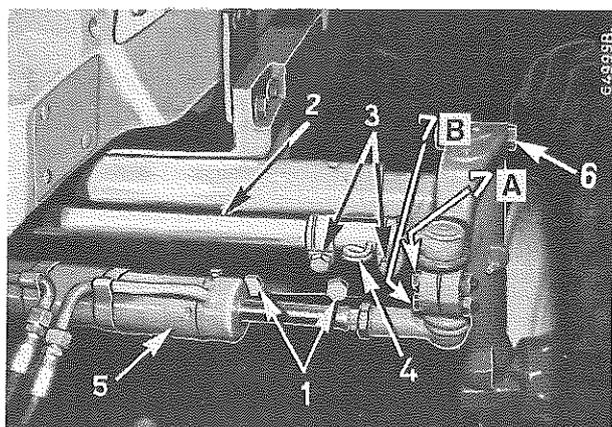
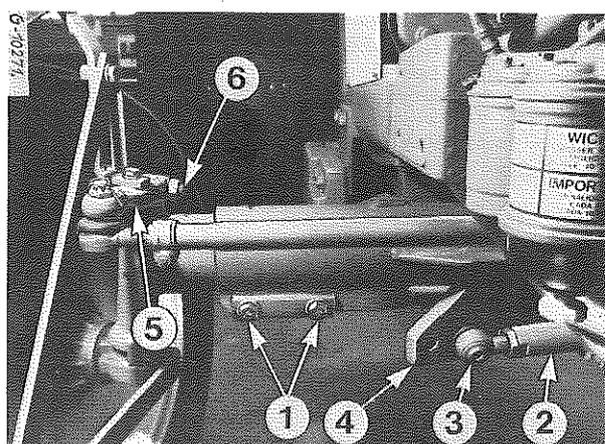

Figure 22
Figure 23
Soulevez l'avant du tracteur. Otez les boulons de fixation (1) Fig. 22 et retirez l'attache-rapide (4). Desserrez les brides de serrage (3) de la barre d'accouplement.
Otez la tête de rotule (3) Fig. 23.
Remettez en place l'attache-rapide (4) Fig. 22 et resserrez les brides de la barre d'accouplement (3). Remettez la tête de rotule (3) Fig. 23, du vérin de direction dans le trou de la barre de réglage (4).
NOTE : L'intervalle entre les trous de la barre d'accouplement (2) Fig. 22, et de la barre de réglage (4) Fig. 23, correspond aux encoches des extensions d'essieu.